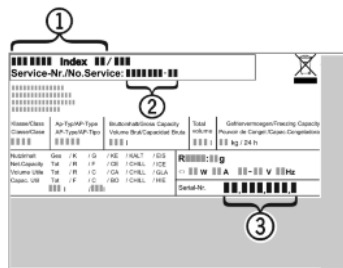

Fig. 7
- ▶ A készülék megnevezését Fig. 7 (1), a szerviz- Fig. 7 (2) és sorozatszámot Fig. 7 (3) a típus-tábláról olvassa le. A típustábla a készülék belsejében baloldalon található.
- ▶ Értesítse a vevőszolgálatot a hibáról, és adja meg neki a készülék megnevezését Fig. 7 (1), a szerviz- Fig. 7 (2) és a sorozatszámot Fig. 7 (3).